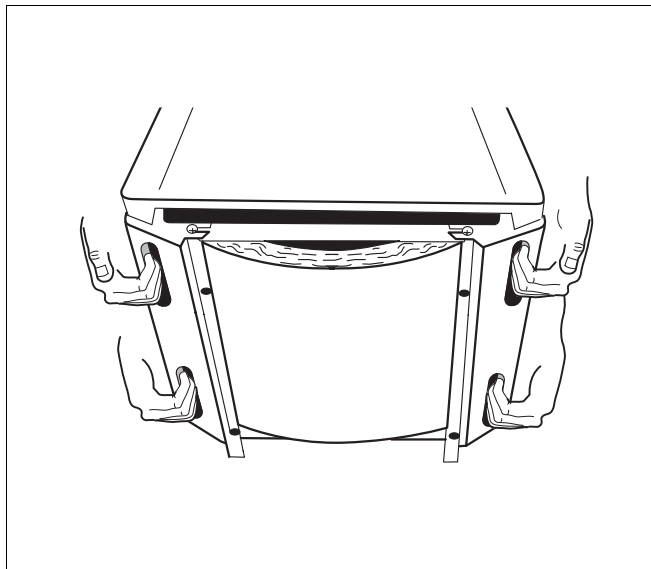

Рис. 6 Подъем и перенос отопительного котла
- Взять отопительный котел за специальные ручки-углубления и установить на бак-водонагреватель (рис. 6).